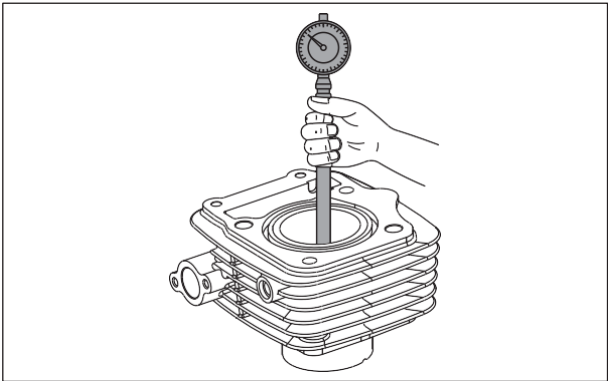

Fig. 3.88
- Mida el diámetro interior del cilindro usando un micrómetro para interiores. El diámetro del cilindro debe ser medido en 2 ejes y en 3 ubicaciones como se observa en la figura. (Fig. 3.88 y 3.89)